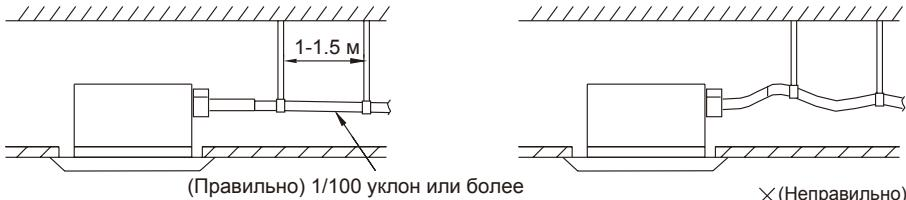

Рис.9
(1) Диаметр дренажной трубы должен быть больше или равен диаметру соединительной трубы (виниловая трубка, размер: 25 мм (наружный диаметр)) (AFP-(85~200)XD(S,M)/B-T).
(2) Прокладывайте дренажную трубу по кратчайшему пути с понижением, избегая петель, с уклоном как минимум 1/100, с целью предотвращения образования воздушных пузырей (Рис. 9)
- (3) Если дренажный шланг не удается должным образом согнуть, добавляйте трубы подъема дренажа.
- (4) Для недопущения провисания дренажного шланга, размещайте крюки его подвески на расстоянии 1-1.5 (Рис. 9)